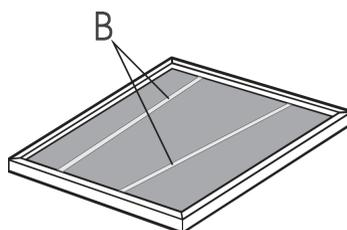

fig.5
3. Enlevez les fils métalliques B (fig. 5).